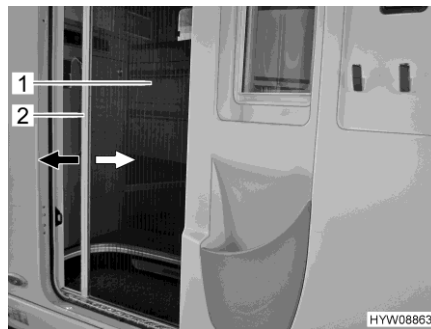

Bild 56 Insektsskydd (ingångsdörr)
- Ta tag i listen (Bild 56,2) med båda händerna och dra insektsskyddet (Bild 56,1) jämnt ur dörrfästet.
- Ta tag i listen (Bild 56,2) med båda händerna och skjut insektsskyddet (Bild 56,1) med lätt tryck i dörrfästet.